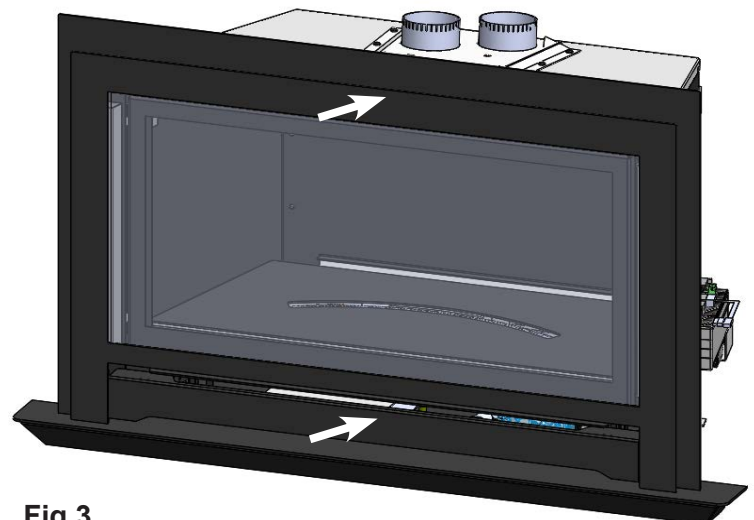

Fig.3
3. Réinstallez l'écran protecteur grillagé. (Fig.3)